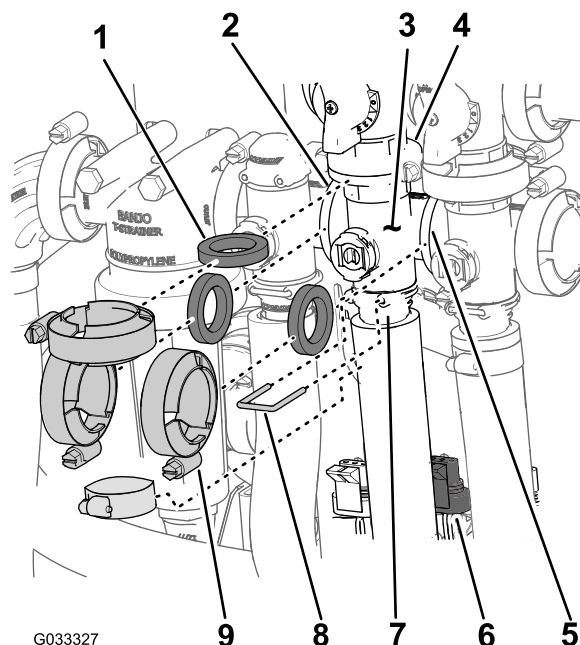

Figura 69
1. Remova as braçadeiras e juntas que prendem o coletor da válvula de agitação (Figura 69) à válvula de desvio de agitação, válvula de controle de taxa, válvula da seção principal e encaixe do adaptador (válvula do acelerador de agitação).
2. Remova o retentor que prende o encaixe de saída ao coletor da válvula de agitação (Figura 69).